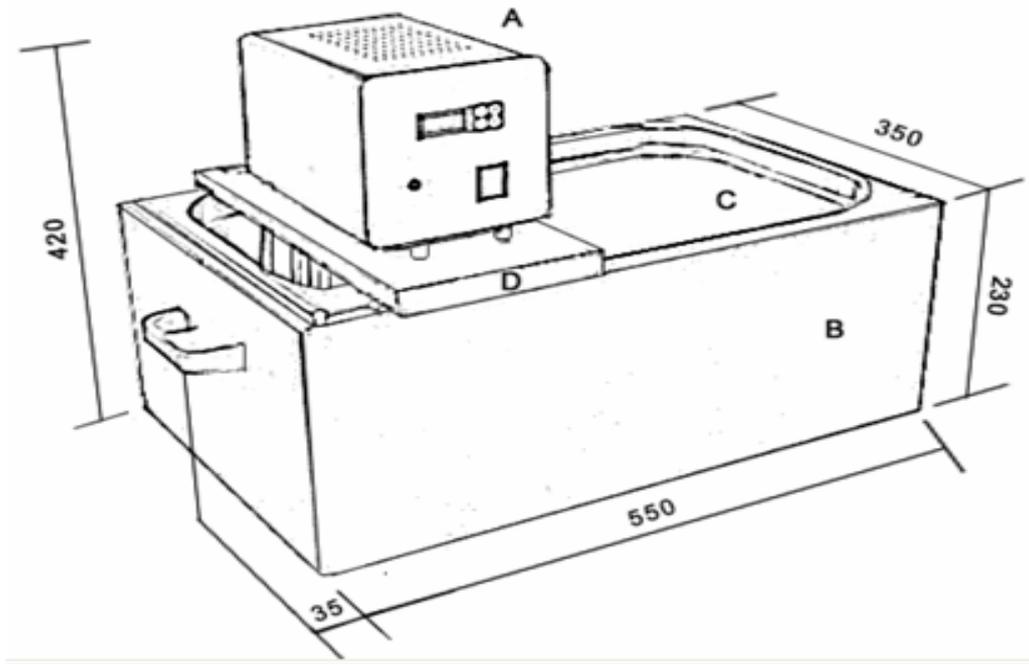

Figura 2 — Vista general del baño termostático
**5.2.4 Partes y dimensiones máximas del equipo:** Se establecen en la Figura 2